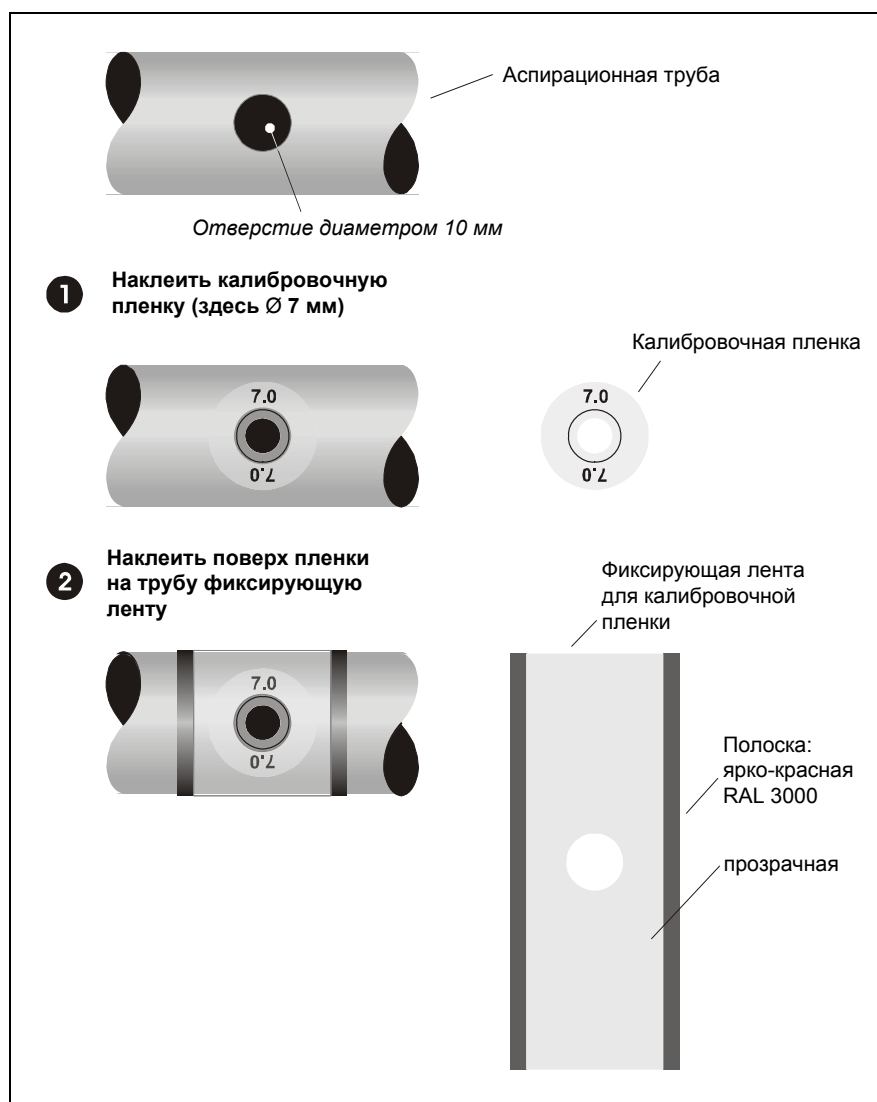

Рис. 6.3 Наклеивание калибровочной пленки
5. Наклейте пленку на отверстие (см. рис. 6.3 «1»).
6. Закрепите пленку клеевой лентой (см. рис. 6.3 «2»).